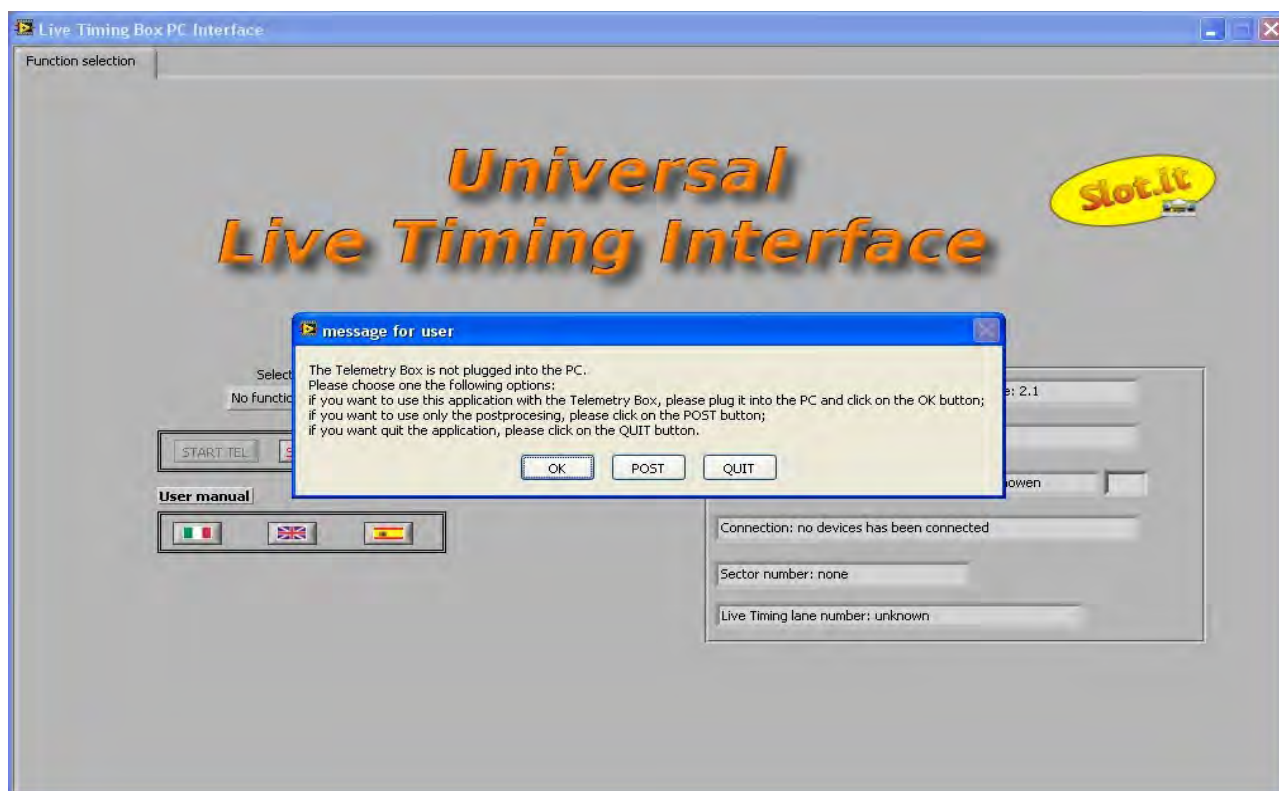
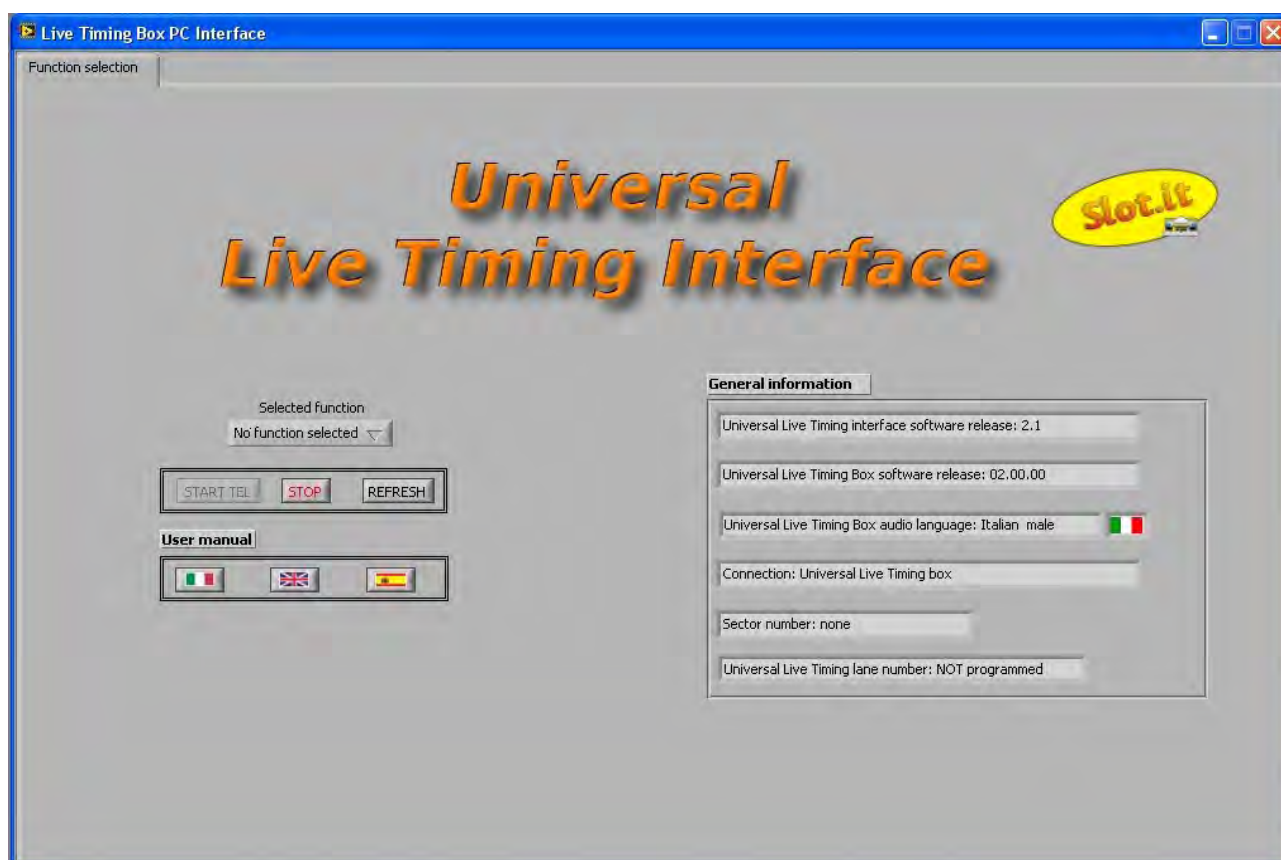

Figura 38: ventana de inicio de la aplicación Live Timing Box PC Interface en caso de Universal Live Timing Box no conectada al PC.
Figura 39: ventana de inicio de la aplicación Live Timing Box PC Interface en caso de Universal Live Timing Box conectada al PC.
Para iniciar la ejecución de la aplicación *Live Timing Box PC Interface* es suficiente posicionar el cursor del mouse sobre el icono que representa la aplicación misma y realizar un doble click de la tecla izquierda. La *Live Timing Box PC Interface* puede ser presentada en dos maneras diferentes dependiendo de que la *Universal Live Timing Box* sea ya conectada o no al PC. En particular, si la *Universal Live Timing Box* no está conectada al PC, la aplicación *Live Timing Box PC Interface* se presenta como se muestra en figura 38, de lo contrario como se muestra en figura 39.
Si se encuentra en la situación mostrada en la figura 38, el usuario puede, como resumido en el mensaje que aparece en la pantalla, ejecutar una de las siguientes operaciones:
- conectar al PC la *Universal Live Timing Box* a través de un cable USB para impresora (cable tipo AB) y pulsar el botón “OK”. De ésta manera el usuario se encontrará ahora en la situación mostrada en la figura 39: utilizzo de la aplicación *Live Timing Box PC Interface* para comunicar con la *Universal Live Timing Box* (ver parágrafo 18.2.1);
Si el usuario se encuentra en la situación mostrada en la figura 39, se puede ver que hay en la parte derecha de la página una serie de informaciones generadas por un primer intercambio de datos entre la aplicación *Live Timing Box PC Interface* y la *Universal Live Box*. En particular, son las siguientes:
- “*no box*”: no está conectada ninguna *Universal Live Timing Box* al PC (como cuando el usuario se encuentra en el caso de la figura 38);
En la parte izquierda de la misma página (figura 39), hay un desplegable, “*Selected function*”, que enumera todas las funciones que se pueden realizar. Por debajo de éste hay tres botones que, si presionados, provocan la apertura del manual online de la aplicación *Live Timing Box PC Interface* en el idioma correspondiente a la bandera presente en el botón pulsado (para más detalles consultar el parágrafo 18.2.1.9).
- *STOP TELEMETRY*: presionando ésta tecla, se requiere si se desea ir directamente a la función de *postprocessing*. En caso afirmativo comienza la ejecución de la fase de *postprocessing* (para la descripción ver el paragrafo 18.2.1.7), de lo contrario la aplicación *Live Timing Box PC Interface* regresa a la pagina inicial (figura 39) “*Function selection*”, donde un mensaje recuerda al usuario que para proceder con otras operaciones es necesario elegir una de éstas en el menú desplegable “*Selected function*”.
- **STOP POSTPROCESSING:** causa la detención de la función de “Postprocessing” ; la aplicación *Live Timing Box PC Interface* regresa a la pagina inicial (figura 39), “Function selection”, donde un mensaje recuerda al usuario que para proceder con otras operaciones es necesario elegir una de éstas en el menú desplegable “Selected function”.